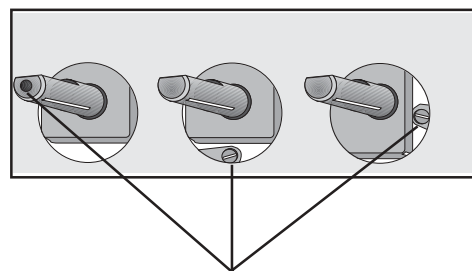

Fig. 8
- Cu ajutorul unei șurubelnițe subțiri, reglați șurubul de by-pass (vezi Fig. 8). Dacă se trece de la gaz natural la gaz lichid, înșurubați până la capăt în sens orar șurubul, până când se obține o flacără mică, regulată. Dacă se trece de la gaz lichid la gaz natural, deșurubați cu aprox. 1/4 tur șurubul by-pass-ului, până când se obține o flacără mică, regulată.